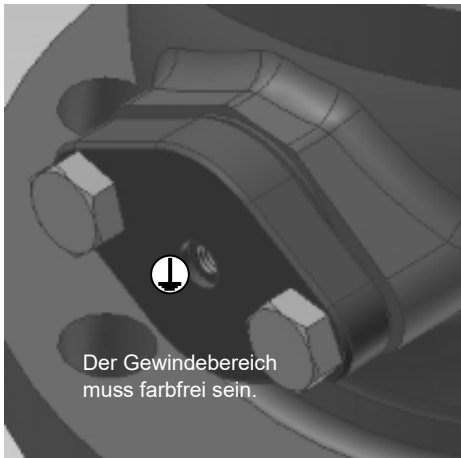

Fig. 5-1: Erdungsanschluss Ventil Typ 72, 73, 82
- Der Erdungsanschluß ist vorhanden. Vgl. Bild 5-1.